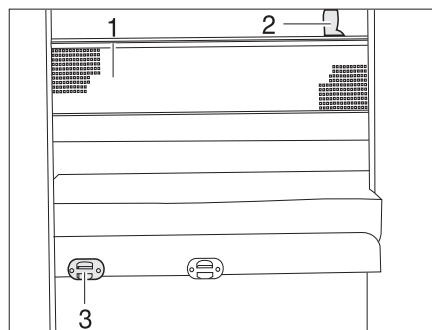

Fig. 124 Filet de sécurité
- Accrocher l'échelle de montée par les longerons sur le bandeau (Fig. 124,3) installé sur le cache.
Le filet de sécurité (Fig. 124,1) de série est rangé entre le matelas et le sommier à lattes. Ne tendre le filet de sécurité qu'une fois que la personne se trouve dans le lit.
- Faire s'enclencher les sangles de retenue (Fig. 124,2) dans les œillets du plafond.